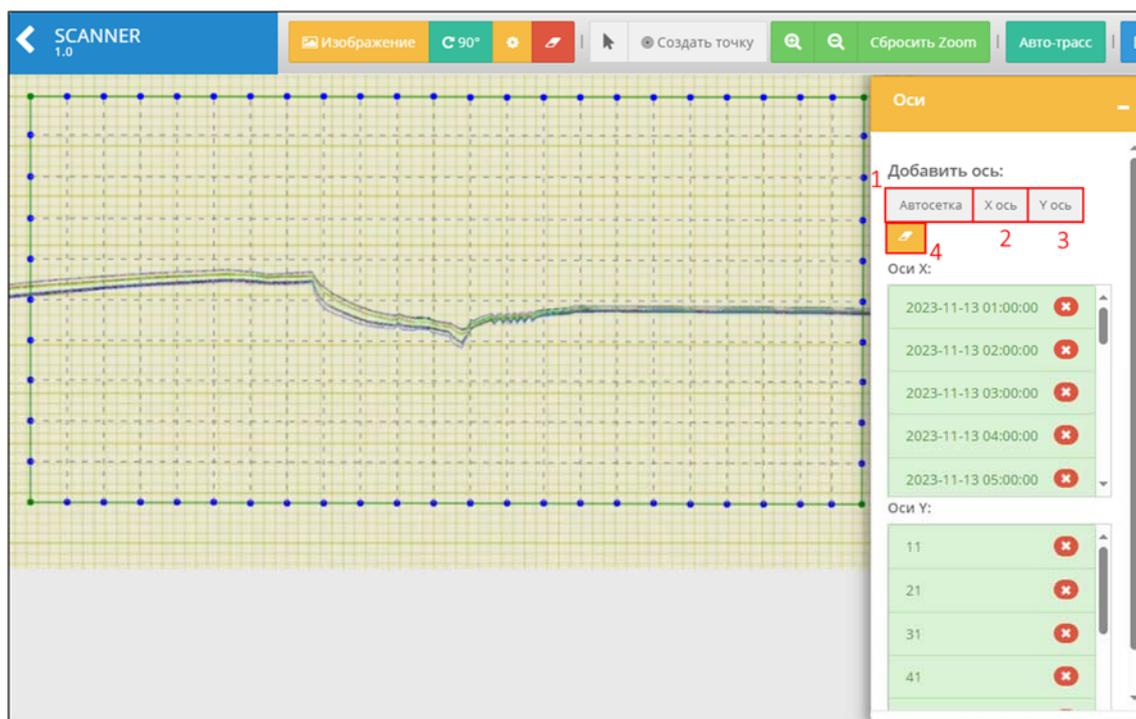

Рисунок 4.8.27 – Рабочая панель «Оси»
- создавать оси в ручном режиме, задавая значения для осей «X» и «Y» в блоке (2) и (3) (рис. 4.8.27);
В рабочей панели «Оси» (рис. 4.8.27) рекомендуется нажимать кнопку (1) «Автосетка», для автоматического создания сетки на диаграмме, состоящую из точек и пунктирных линий для ориентации на графике.
С помощью кнопки (4) (рис. 4.8.27) можно стереть все созданные оси, для того чтобы начать создание сетки заново.